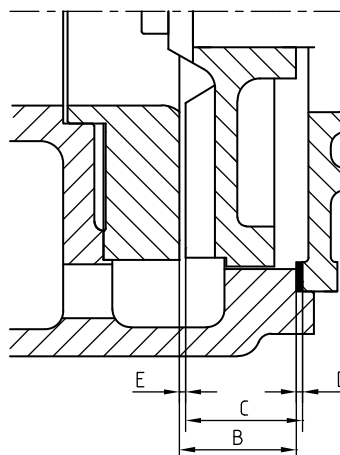

Figura 13: Espacio entre el rodete y la placa de desgaste.
- 3 Mida la distancia B entre la placa de desgaste y la carcasa de la bomba, véase figura 13.
- 4 Mida la distancia C entre el rodete y la cubierta intermedia, véase figura 13.